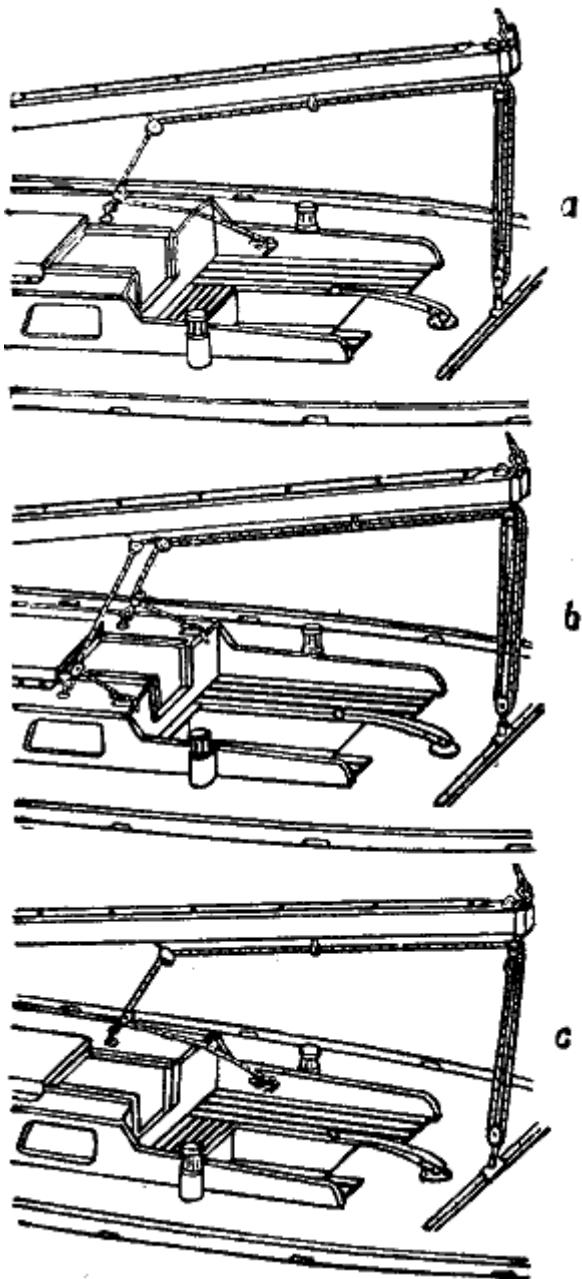

Рис. 334. Различные способы проводки гика-шкота
1. Если каютный люк сдвигается в сторону или дает возможность провести ходовой конец гика-шкота только по одному борту (разумеется, по наветренному!), то коренной конец шкота через скобу на кормовой части палубы крепится за блок с проушиной; блок в этом случае скользит по шпрюйту или передвигается по рельсу. Отсюда шкот проводится к двойному блоку на ноке гика, затем возвращается через палубный блок снова к ноку гика и далее проводится по нижней стороне гика через один или два направляющих обушка к блоку, укрепленному посередине гика. Затем шкот направляют к блоку, укрепленному на палубе каюты, и уже оттуда — к крепежной утке, установленной в кокпите или на его комингсе (рис. 334, а).
части палубы, и тем же самым путем обратно к другой стороне палубы каюты. Эту проводку делают таким образом, чтобы можно было управлять гика-шкотом с соответствующего наветренного борта. Так как тяга обоих концов к ноку гика одинакова, то здесь можно применить двойной блок. Для проводки шкота посередине гика рекомендуется укреплять два отдельных блока (рис. 334, б).
3. На небольших яхтах или при использовании грота площадью до 20 м^2 коренной конец можно крепить также к блоку с проушиной, укрепленному на ноке гика. В этом случае шкот проводится через блок на палубе к гику и, как описано выше, проходит вдоль гика через палубу каюты к кокпиту (рис. 334, а).